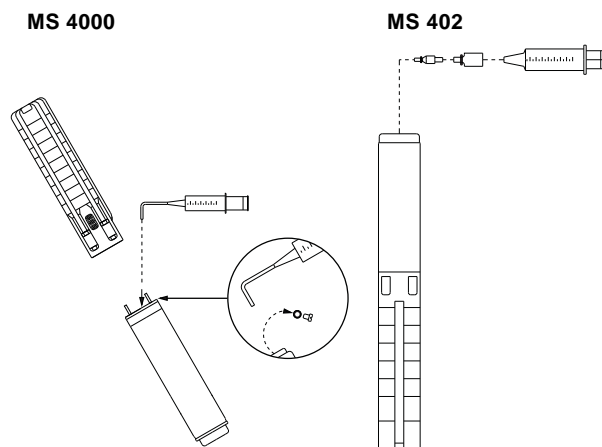

Fig. 2 Posizione della pompa durante il riempimento – MS 4000 e MS 402
3. Con la siringa (fig. 2) iniettare il liquido fino a farlo fuoriuscire dal foro di riempimento.